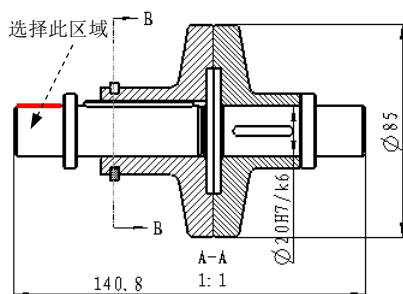

图 11.3.17 选择边线
(1) 在系统弹出的 **NOTE TYPES (注解类型)** 菜单中，依次选择 **With Leader (带引线)** **→** **Enter (输入)** **→** **Horizontal (水平)** **→** **Standard (标准)** **→** **Default (默认)** **→** **Make Note (进行注解)** 命令，此时系统弹出 **LEADER TYPE (引线类型)** 菜单。
(2) 在 **ATTACH TYPE (依附类型)** 菜单中选择 **Filled Dot (实心点)** 命令，单击图 11.3.17 所示的区域，在空白处单击中键以放置球标。
(3) 在系统 **输入注解:** 的提示下，输入“1”，按两次回车键。